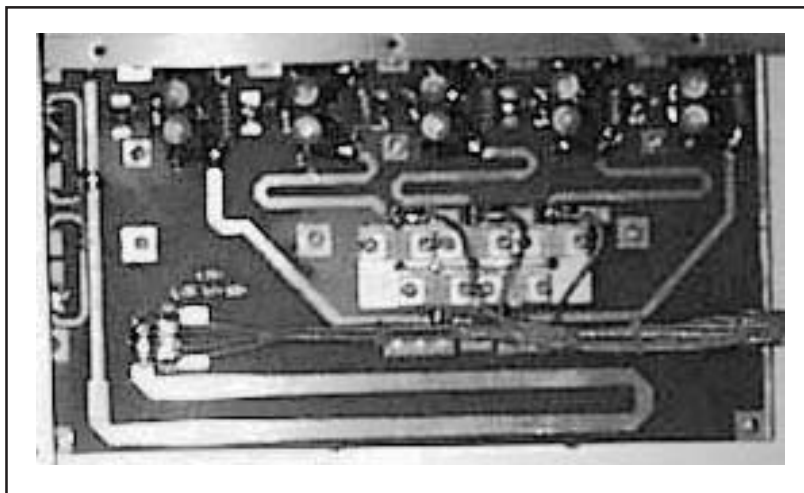

Figura 3
- 5) Regolare tutte le capacità variabili in una posizione intermedia (Figura 3).